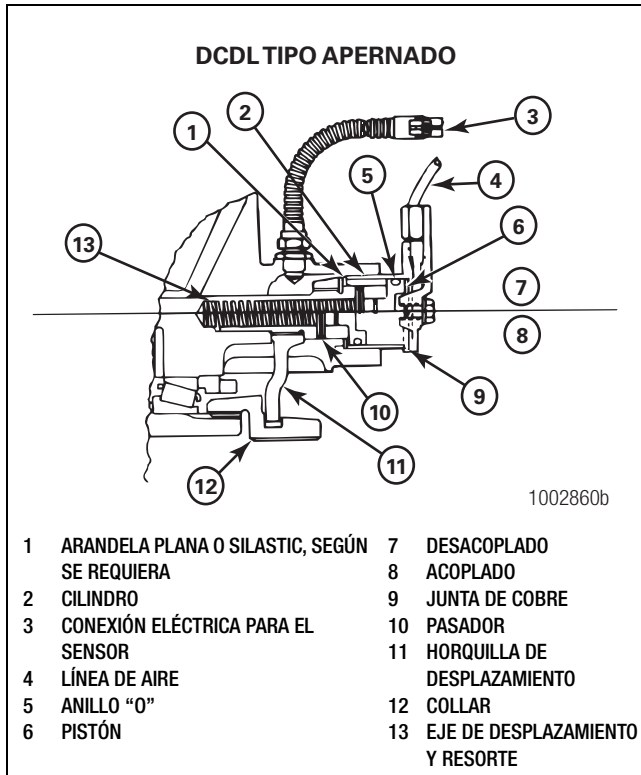
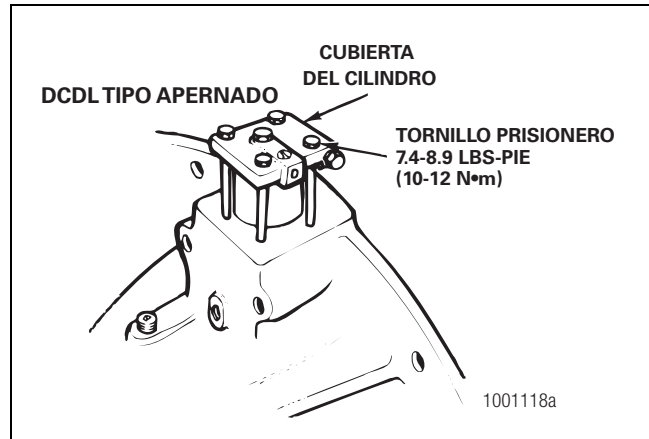

Figura 6.7
Figura 6.13
Instale el conjunto de desplazamiento del diferencial después de haber montado el portadiferencial y después de haber hecho los ajustes de engranajes y cojinetes. Figura 6.7.
10. Instale la junta de cobre en su orificio por la parte interior de la cubierta del cilindro. Coloque la cubierta en posición sobre el cilindro de manera que la abertura de la toma de aire apunte hacia ARRIBA cuando el portadiferencial esté instalado en la caja. Instale la cubierta con los cuatro tornillos prisioneros y las arandelas de fijación. Apriete con una torsión de 7.4 a 8.9 lbs-pie (10-12 N•m). Figura 6.7 y Figura 6.13.